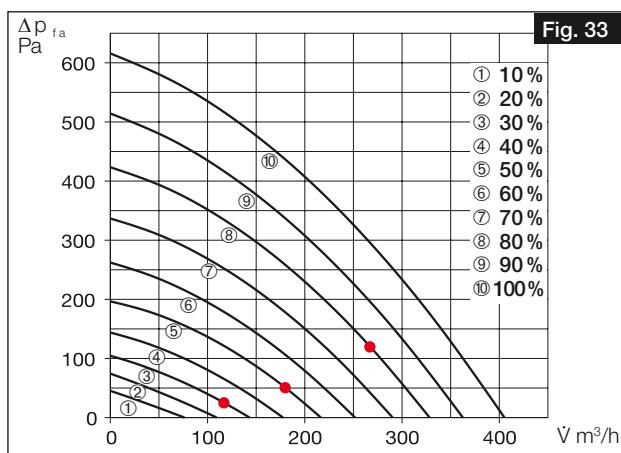
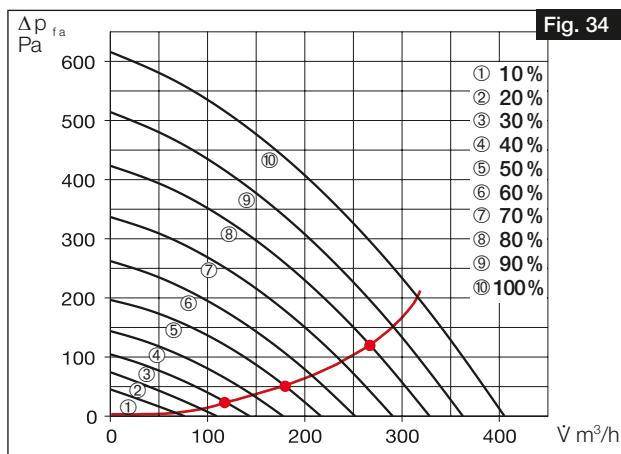

Fig. 33
Fig. 34
4. Entrer les pressions différentielles déterminées de la mesure de l'air soufflé et extérieur dans la courbe caractéristique de l'appareil pour l'air soufflé (voir Fig. 23, Fig. 25, Fig. 27 et Fig. 29), en fonction des performances du ventilateur enregistrées dans le profil de ventilation (voir Fig. 33 et Fig. 34).
5. Entrer les pressions différentielles déterminées de la mesure de l'air extrait et rejeté dans la courbe caractéristique de l'appareil pour l'air extrait (voir Fig. 24, Fig. 26, Fig. 28 et Fig. 30), en fonction des performances du ventilateur enregistrées dans le profil de ventilation (voir Fig. 32 et Fig. 34).
6. Si les différents points de mesure sont connectés, la courbe caractéristique du système pour l'air soufflé ou extrait est générée (voir Fig. 34).